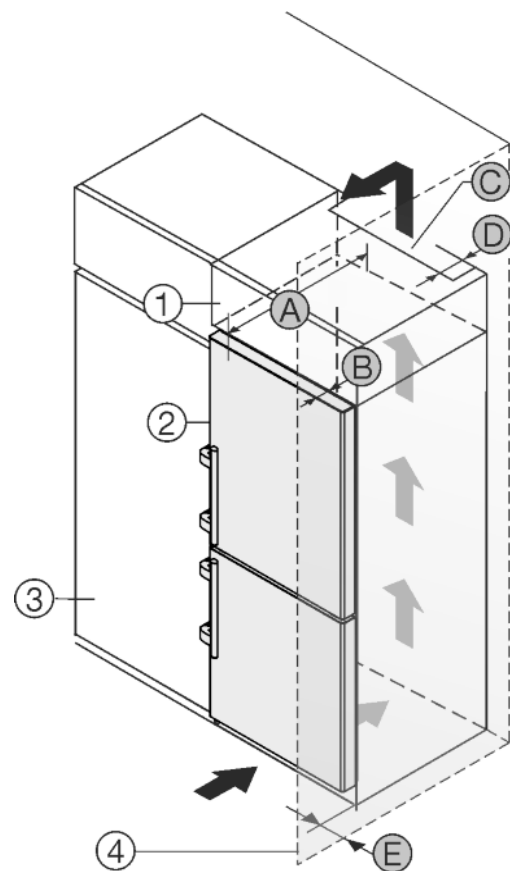

Fig. 43
Spotřebič lze zabudovat do kuchyňských skříní. K vyrovnaní spotřebiče *Fig. 43 (2)* na výšku kuchyňské linky lze na přístroj nasadit nástavec *Fig. 43 (1)*.
Spotřebič lze instalovat přímo vedle kuchyňské skřínky *Fig. 43 (3)*. Aby bylo možné dvířka plně otevřít, musí spotřebič přesahovat o hloubku *Fig. 43 (B)* vůči přední linii kuchyňské skřínky. V závislosti na hloubce kuchyňských linek a použití vymezovačů odstupů od stěny může spotřebič vyčnívat dále.
- Na zadní straně skřínky nástavce musí být větrací šachta hluboká alespoň hloubku *Fig. 43 (D)* mm přes celou šířku nástavce skřínky.
- Pod stropem místnosti musí být dodržen ventilační průřez *Fig. 43 (C)*.
Pokud je spotřebič se závěsy instalován vedle stěny *Fig. 43 (4)*, musí být dodržena vzdálenost *Fig. 43 (E)* mezi spotřebičem a stěnou. To odpovídá přesahu madla při otevřených dveřích.